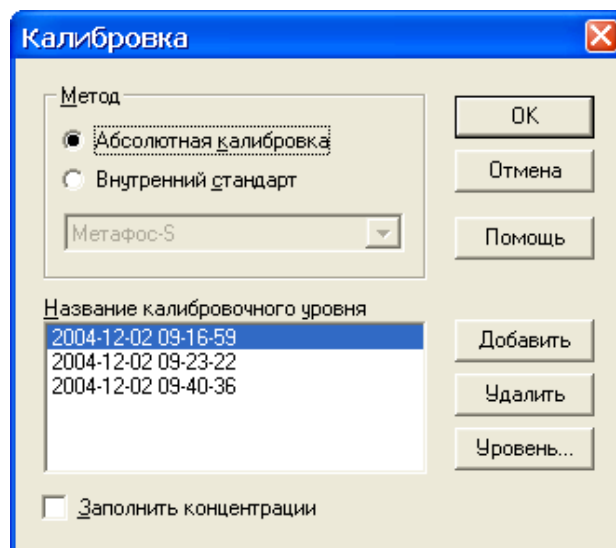

Рисунок 7.18. Добавление калибровочного уровня
- В диалоге **Калибровка** (рисунок 7.18) нажмите **Добавить**. Данной командой программа заносит данные пиков идентифицированных компонентов в таблицы калибровочных уровней компонентов, то есть добавляет уровень, заполняя его данными хроматограммы. Объем пробы и единица концентрации в калибровочном уровне берутся из паспорта. Название уровня соответствует имени файла, из которого берутся данные.